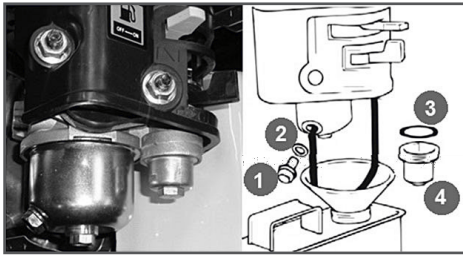

Рис.12 Обслуживание фильтра-отстойника карбюратора
камеры карбюратора (Рис. 12).
1. Слейте топливо из топливного бака и карбюратора (Рис. 12).